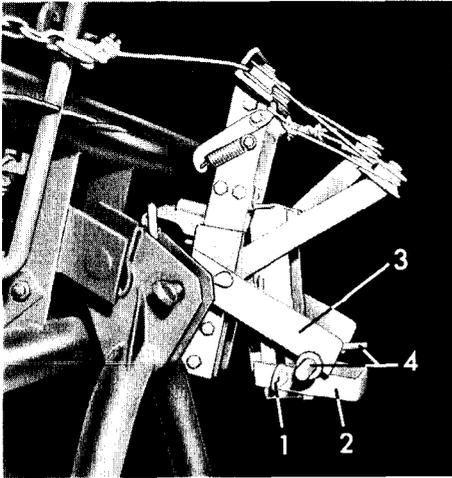
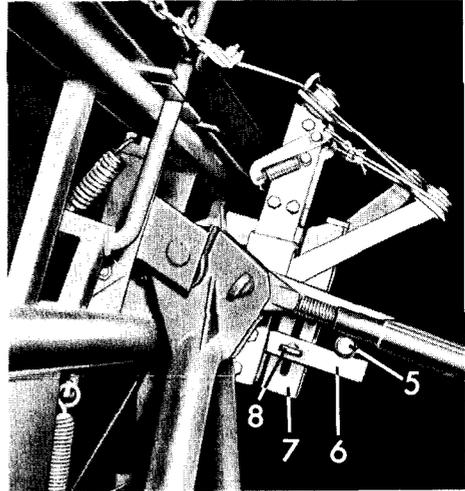

Abbildung 25
Abbildung 26
2. Einstellbügel-Schraube (Abb. 25/1) lösen und Einstellbügel ganz nach unten schieben (Abb. 25/2). Dabei geht der Mitnehmerbügel (Abb. 25/3) natürlich ebenfalls nach unten.
5. Den roten Bolzen (Abb. 25/4) im Mitnehmerbügel **unter** (Abb. 26/5) den Oberlenker des Schleppers hindurchschieben.
6. Einstellbügel (Abb. 26/6) jetzt hochschieben, wobei die *Schaltschwinge* (Abb. 26/7) **unten** (an der Anlage) **bleiben** muß, bis der rote Bolzen (Abb. 26/5) den Oberlenker berührt. Schraube (Abb. 26/8) des Einstellbügels festziehen.
11. Gegebenenfalls Lagerstellen der Schaltautomatik (Abb. 25 und 26) ölen.